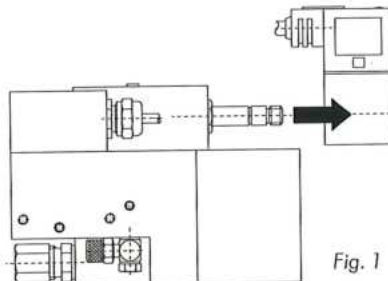

Fig. 1
- Magnetspule am Druckübersetzer demontiert. Fig.1
- Solenoid valve on the pressure booster is dismantled. Fig.1
- la bobine de l'électro-aimant de l'appareil est démontée. Fig.1